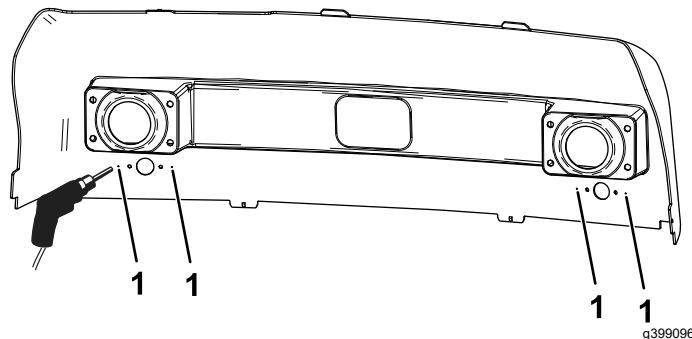

図 22
2. フードの内側で、方向指示器ライト用の穴の隣にある印 4ヶ所を探し出し、その位置に 図 22 のように直径 6 mm の穴を開ける。